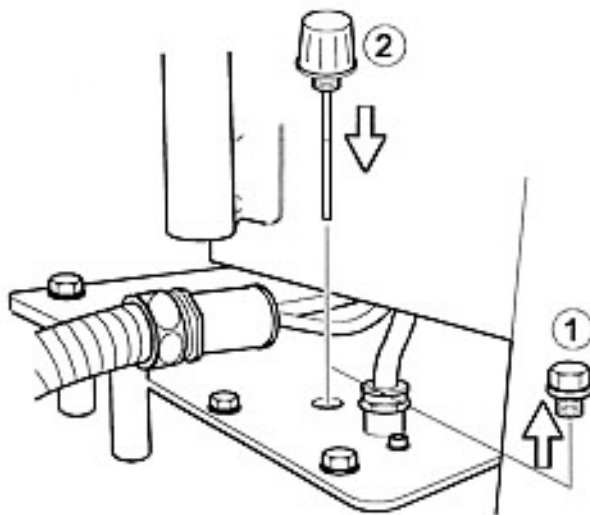
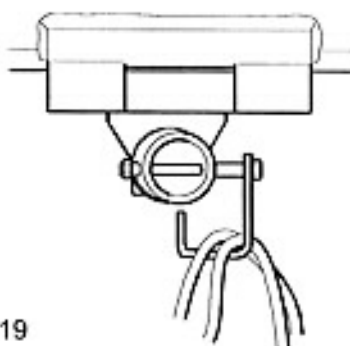

Bild 16 / Fig. 16
Bild 19 / Fig. 19
- ⇒ Remove the transport screw plug (fig.16, pos.1) from the hydraulic servo unit and insert the enclosed vent screw with oil-level gauge (fig.16, pos.2).
- ⇒ Hang both heating plate extension leads on the cable suspension located at the locking bolt (fig.19).
- ⇒ Sacar el tornillo de cierre para el transporte (esquema 16, pos. 1) del grupo hidráulico e introducir el tornillo purgador de aire con el medidor de aceite (esquema 16, pos. 2).
- ⇒ Quitar las tapas de protección de los tubos hidráulicos y racores (esquema 17, pos. 1).
- ⇒ Conectar los tubos hidráulicos (esquema 17, pos. 2) con las marcaciones 1 - 6 a los racores correspondientes 1 - 6.
- ⇒ Introducir el soporte correspondiente (esquema 18, pos. 1) para la placa calefactora interior izquierda en el lado izquierdo del armazón (esquema 18, pos. 2) (frente al cilindro de tensión) y asegurarlo con el perno de seguridad (esquema 18, pos. 3).
-  Los apoyos de las placas calefactoras están marcados con anillos rojos (esquema 18, pos. 1a). Las marcaciones rojas en los apoyos de las placas calefactoras deben coincidir con las marcaciones en el canto del armazón. De esta manera, los apoyos pueden ser posicionados correctamente, y fijados con una clavija de seguridad.
- ⇒ Introducir la placa calefactora interior (pequeña) (esquema 18, pos. 4) en el apoyo de las placas calefactoras y fijarla con el perno de seguridad (esquema 18, pos. 5).
- ⇒ Asegurar el perno con el pasador de seguridad (esquema 18, pos. 6).
- ⇒ Enlever le bouchon fileté (fig.16, pos.1) de l'unité de pression hydraulique et mettre en place la vis de purge d'air avec jauge de niveau d'huile incluse dans la livraison (fig.16, pos.2).
- ⇒ Suspendre les deux rallonges pour plaques chauffantes à la suspension des câbles fixée au boulon de fixation. (fig.19).
- ⇒ Transport-Verschlußschraube (Bild 16, Pos. 1) am Hydraulikaggregat entfernen und die beiliegende Entlüftungsschraube mit Ölmeßstab (Bild 16, Pos. 2) einsetzen.
- ⇒ Beide Heizplatten-Verlängerungskabel in Kabel-Einhängung an der Sicherungsschraube einhängen (Bild 19).